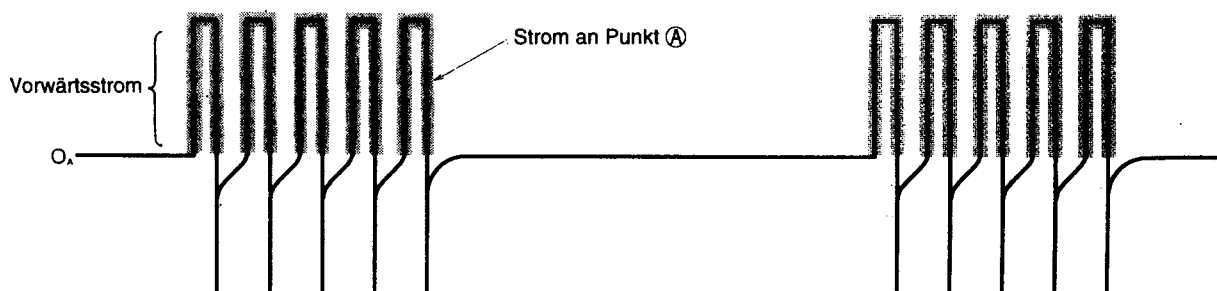

Abb. 7-2 Vorwärtsstrom-Wellenform an Punkt A
- Wenn der Stift 23 des Mikrocomputers von "Hi" auf "Lo" wechselt, schaltet in Fotokoppler zwischen den stift 1 und 2 des PQ2 ein, so daß ein Strom in Richtung Klemme a → R401 → PQ2 → R404 → Klemmen Bu+ des Leistungsmoduls → Klemmen Eu+ → D402 → D401 → Klemme b fließt und die Transistoren des oberen Arms antreibt (Abb. 7-2).